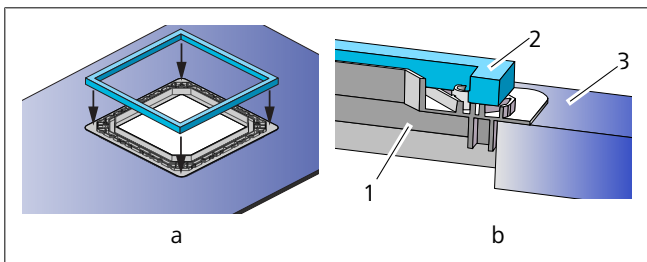

Fig. 13 Montage du joint sur un cadre adaptateur (découpe 400 x 400)
1. Décollez le papier de protection et collez le joint sur le cadre adaptateur (découpe 400 x 400). Voir Fig. 13-a et b.